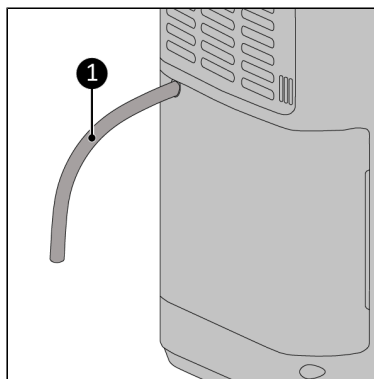

Figura 55.
2. Collegare un tubo di scarico adatto (Figura 55) al condotto di scarico con una morsetta.